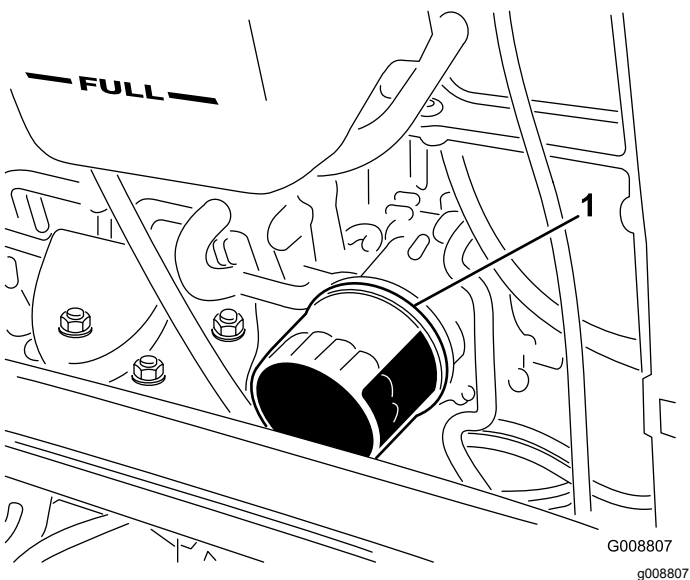

Рисунок 58
4. Снимите масляный фильтр (Рисунок 58).